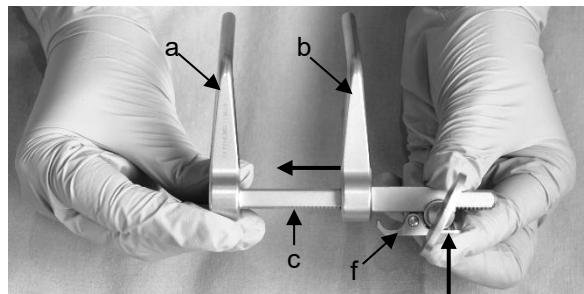

Fig. 17
2. Fare scorrere il braccio mobile del divaricatore (b) sulla guida dentata (c) verso l'interno, in direzione del braccio fisso (a) (Fig. 17).